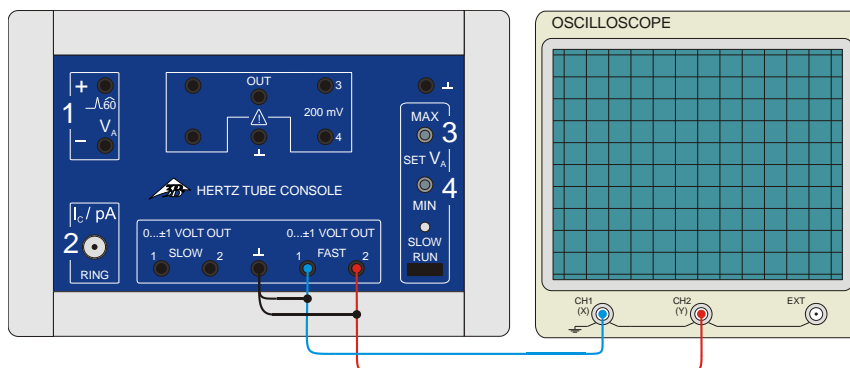

Fig. 4 Conexión de un osciloscopio en la unidad de control para tubos de potenciales críticos
- Se conectan, la salida Fast1 de la unidad de control en el canal 1 (desviación – x) y la salida Fast2 en el canal 2 (desviación – y) del osciloscopio (ver Fig. 4)